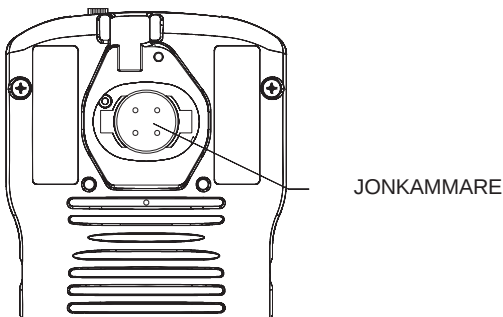

Bild 22: Installation av jonkammare
6. Sätt jonkammaren i cellhållaren så att de fyra små, runda hålen är riktade uppåt som på bild 22.